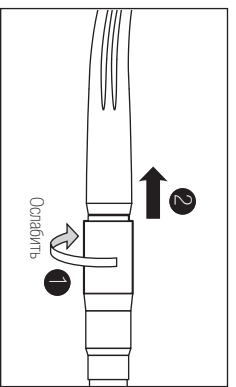

Рис.3
- Открутите гайку шланга и отсоедините наконечник (Рис.3).